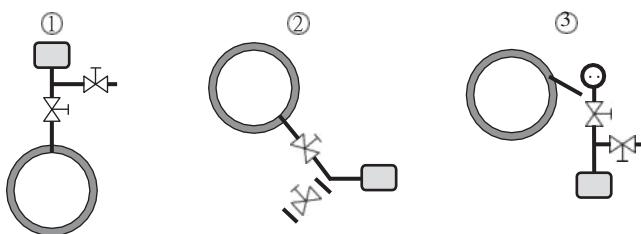

Рисунок 2.11
Положение датчика давления по отношению к проточному элементу может иметь решающее значение. Так как есть тонкие трубы (импульсные линии), соединяющие передатчик с большой трубой (и элементом потока), эти соединения должны быть под контролем. Газовая система не должна содержать жидкости, а жидккая система не должна содержать газа. Поэтому передатчик должен быть размещен ниже трубопровода при измерении жидкости (2) и выше при измерении газа (1) (рис. 2.11). Кроме того, труба не должна иметь изгибов, которые могут задерживать газ/жидкость по пути. Для паровых приборов (3) возникают особые условия, и в зависимости от давления и температуры рекомендуется использовать специальные «емкости для конденсата», чтобы импульсные трубы были заполнены водой.